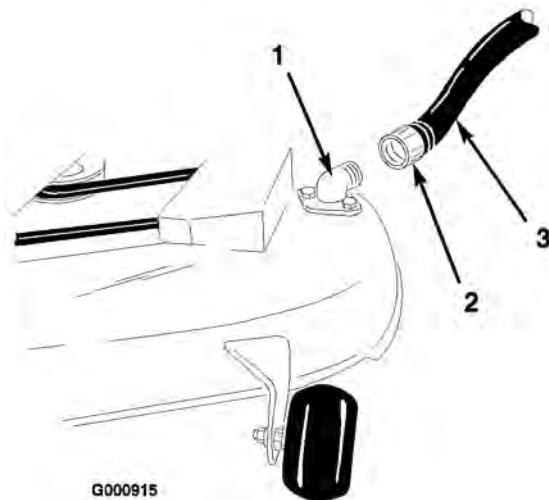

Figure 51
4. Vissez le raccord de lavage à l'embout de lavage du carter de tondeuse et ouvrez l'eau en grand (Figure 51).